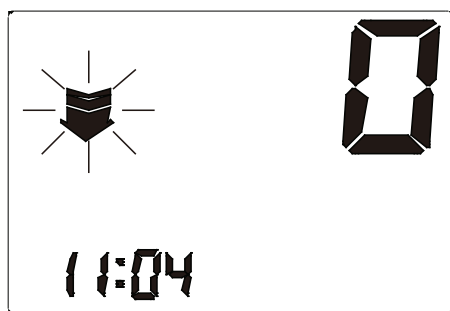

Abbildung 6-3
- Nachdem die Speichereinheit ausgewählt wurde, beginnt das Gerät den Nulldruck zu suchen. Siehe Abbildung 6-3.